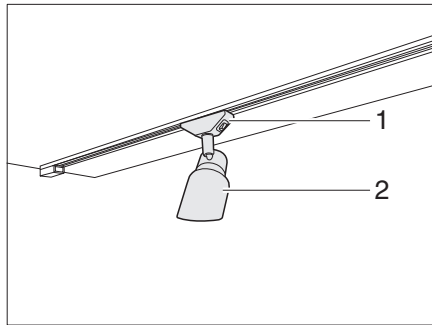

Fig. 67 Spot halogène
- Saisir le support (Fig. 67,1) et le tourner de 45°.
- Retirer le spot halogène (Fig. 67,2) du système de rail.
- Placer le spot halogène (Fig. 67,2) à la position désirée dans le système de rail et le tourner de 45°.
- Tourner le support (Fig. 67,1) de 45°.